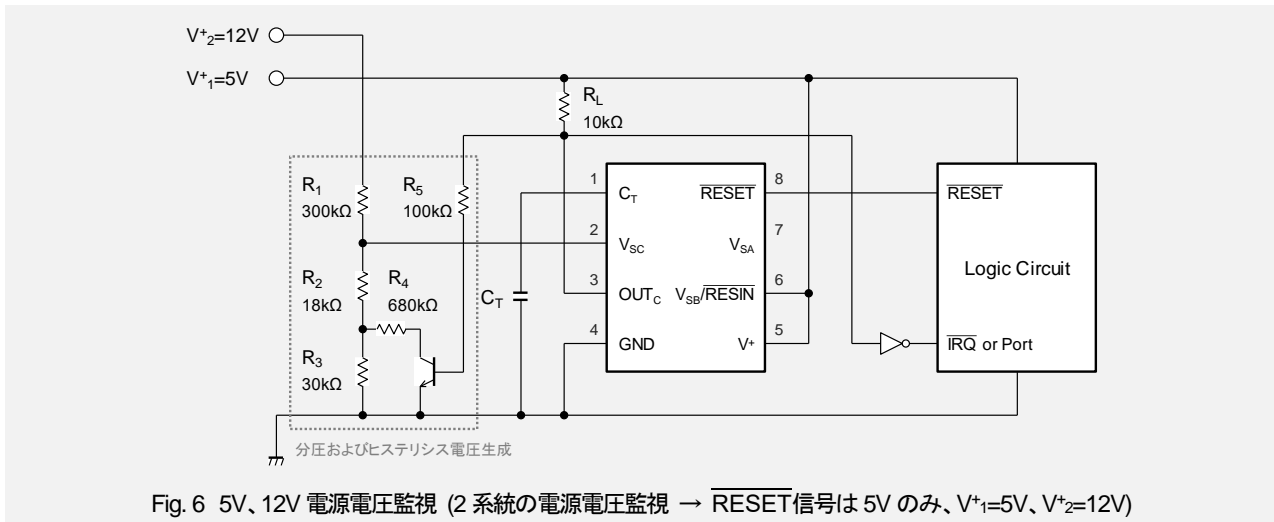

Fig. 6 5V、12V 電源電圧監視 (2 系統の電源電圧監視 → RESET 信号は 5V のみ、V⁺₁ = 5V、V⁺₂ = 12V)
- 12V 電源 V⁺₂ の検出電圧とヒステリシス幅は次式より求められます。Fig. 6 の抵抗値の場合、検出電圧(V⁺₂ 立上がり)は約 9.0V、ヒステリシス幅は約 0.2V です。